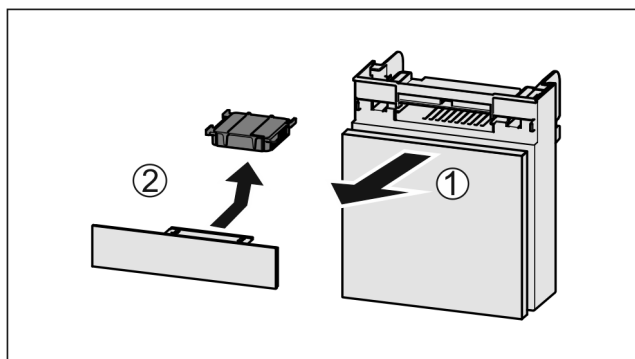

Fig. 36
- ▶ Retire el compartimiento hacia delante Fig. 36 (1).
- ▶ Retire el filtro de carbón activo Fig. 36 (2).